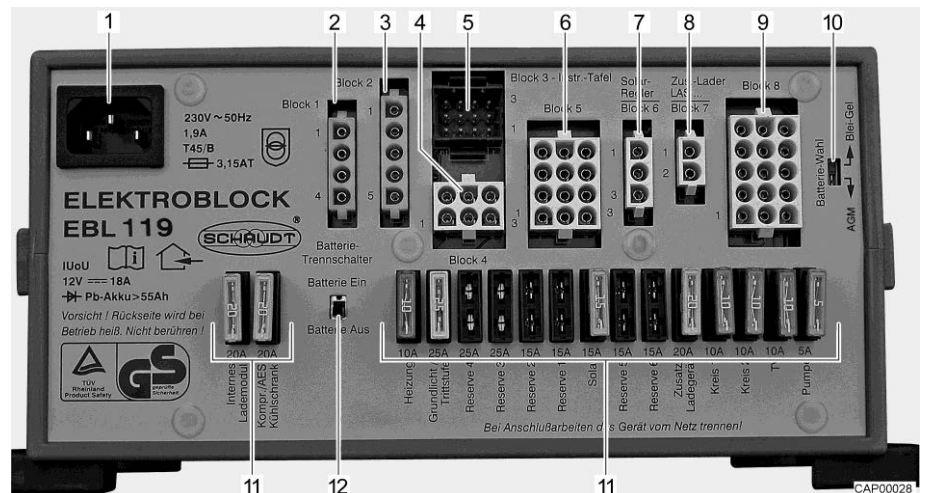

Bild 190 El-block (EBL 119, exempel)
- ▷ El-blocket EBL 99 och el-blocket EBL 119 är konstruerade på samma sätt förutom vad gäller omkopplaren för batterival (Bild 190,10).